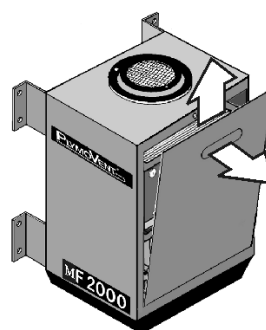

Рисунок 8.1
8.1. Откройте дверь фильтра MF ключом. Чтобы отсоединить дверь, потяните ее наружу и приподнимите вверх. Поставьте дверь рядом с фильтром (см. рис. 8.1.).